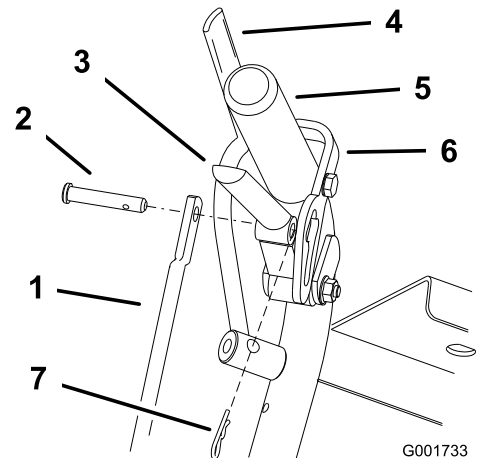

Figure 40
- Ajustez la longueur de la tige en relâchant le levier de déplacement et en enlevant la goupille fendue et l'axe de chape. Tournez la tige dans la fixation (Figure 40).
- Placez l'axe de chape dans le levier de déplacement (Figure 40).
- Placez la goupille fendue entre les leviers de déplacement et les verrous de point mort, et dans les axes de chape (Figure 40).